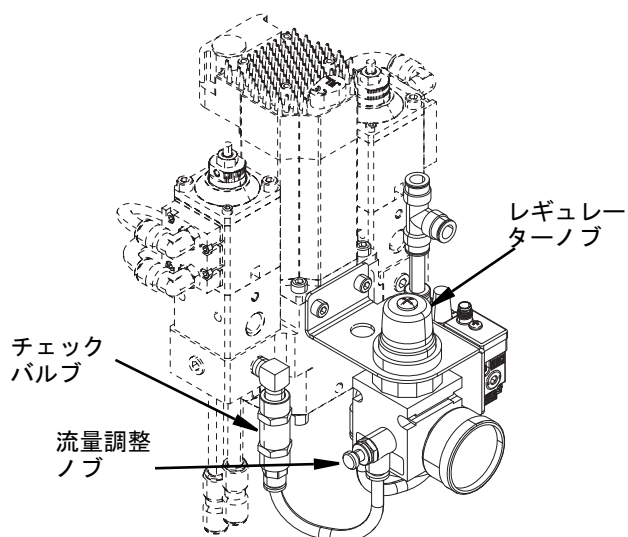

図 17
2. 流量調整ノブを時計回りに回転することにより流量を増やし、反時計回りに回転することにより減らすことにより、流量を調整します。図 17 を参照してください。